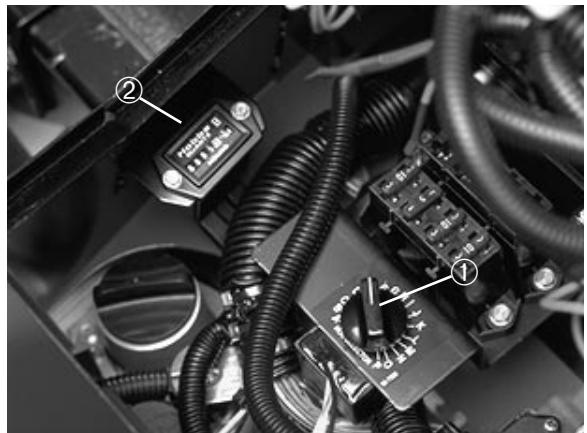

Bild 11
**Schnitthöhenwahlschalter** (Bild 11)—Drehen des Schalters auf die zutreffende Einstellung informiert die elektronische Steuerung darüber, mit welcher Schnitthöhe die Maschine arbeiten soll, um den gewünschten Schnitt zu erzielen. Siehe den Abschnitt im Handbuch zu den Betriebsanweisungen. Der Schalter befindet sich unter dem Schaltkasten.
**Betriebsstundenzähler** (Bild 11)—Zeigt die Betriebsstunden an, die insgesamt von der Maschine absolviert wurden.